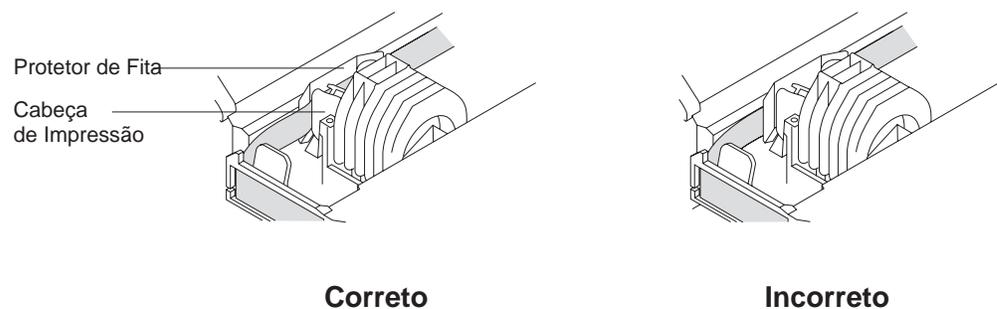

Figura 24. Caminho da Fita ao Redor da Cabeça de Impressão
4. Depois que o cartucho estiver no lugar, vire o botão giratório até que a fita deslize na posição entre a cabeça de impressão e o protetor da fita. Consulte a Figura 24 para ver o posicionamento correto da fita.